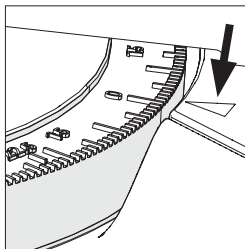

Fig. 15
Notă: În partea dreaptă (D) a mesei rotative sunt încastrate două raportoare. Un indicator mic fixat pe baza uneltei arată unghiul selectat (**Fig. 15**).